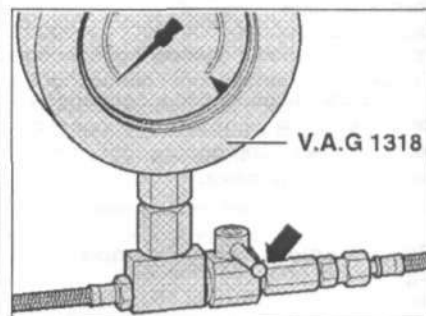

Рис. 4.43. Выключите зажигание после возрастания давления. Через некоторое время закройте кран манометра (ручка должна быть направлена в сторону стрелки).
9. Выключите зажигание после возрастания давления. Через некоторое время закройте кран манометра (ручка должна быть направлена в сторону стрелки) (рис. 4.43).